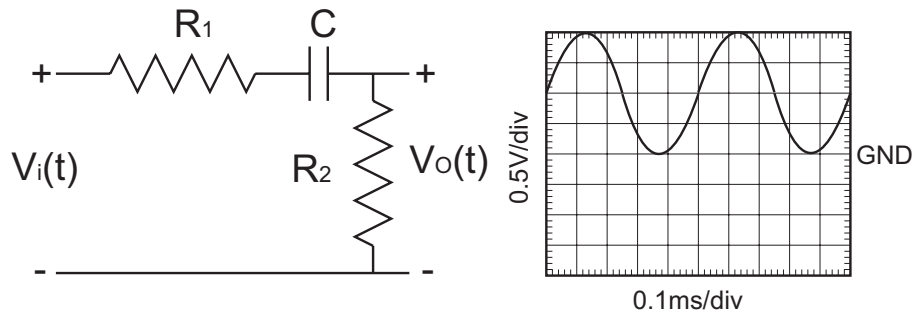

Figura 1:  $R_1 = 10K\Omega$ ,  $R_2 = 16K\Omega$ ,  $C = 2.2nF$
**MONTAJE 1.** Considérese el circuito de la figura 1. La señal de entrada de este circuito,  $V_i(t)$ , se muestra también en dicha figura, tal y como se vería en la pantalla del osciloscopio.
1. Trabajo teórico: Expresar en forma de función matemática la señal que se representa en la figura 1. Representar junto a la señal de entrada la señal que se obtendría a la salida,  $V_o(t)$ , indicando claramente los valores de la amplitud, el desfase respecto a la señal  $V_i(t)$  y el valor medio.
- Reproducir exactamente la señal de la figura 1 en el osciloscopio. Ver la señal en modo AC y DC. ¿Qué diferencia se observa? ¿Para que sirven estos dos modos de medida?